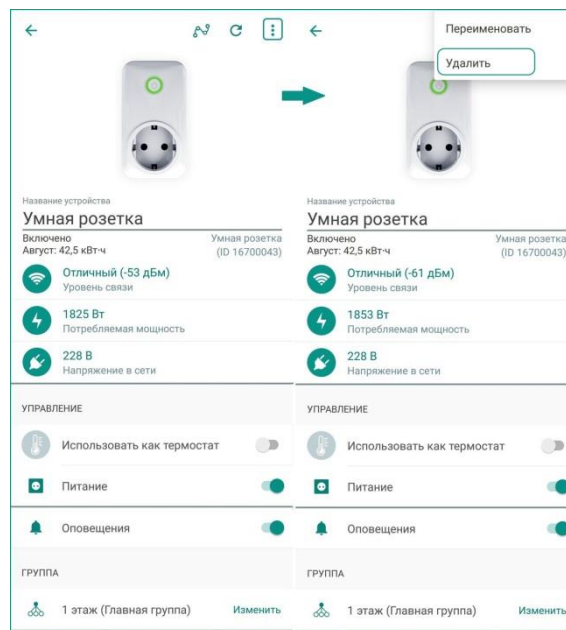

Рисунок 15.1 – Вызов меню на экране настройки розетки
- 1) В приложении на экране настройки розетки (см. рисунок 15.1).